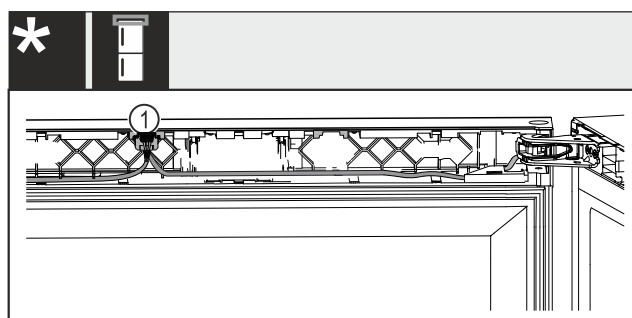

Fig. 55 Combinazioni vino-congelatore*
- Innestare la spina Fig. 55 (1) nella guida.*